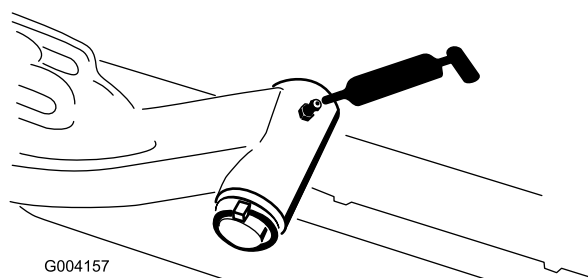

Рисунок 50
- Ось поворота подъемного рычага (по 1 шт.) (Рисунок 50)